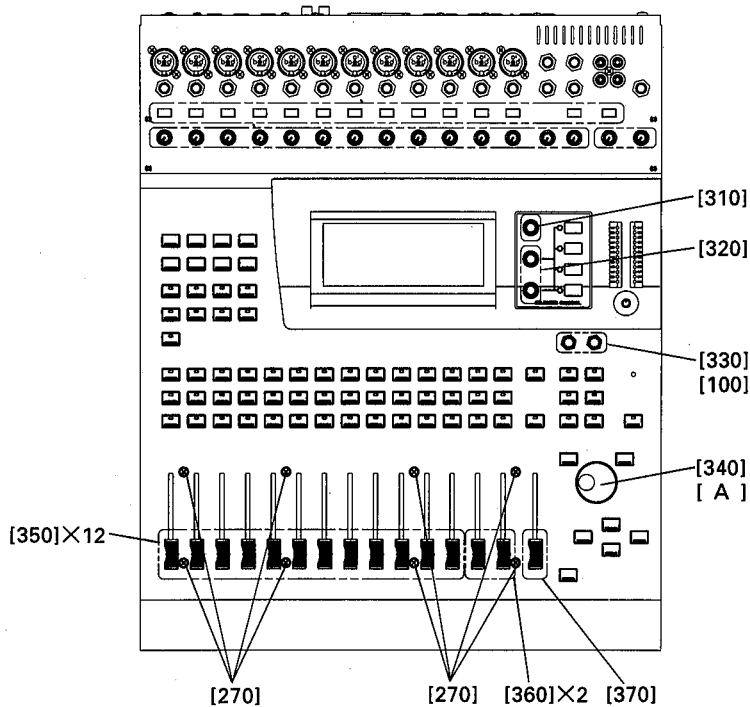

Fig. 5 (図5)
- 2-2 Remove the fifteen (15) knobs of the fader; the twelve (12) white knobs marked [350], the two [2] black knobs marked [360] and the red knob marked [370]. (Fig. 5)
- 2-3 Remove the eight (8) screws marked [270] and located on the control panel. The FD circuit board can then be removed. (Fig. 5)
- 2-2 [350]の白色のフェーダーツマミ 12個、[360]の黒色のフェーダーツマミ 2個、[370]の赤色のフェーダーツマミ 1個、全部で15個のフェーダーツマミを外します。(図5)
- 2-3 コントロールパネル表側、フェーダーコントロール部分にある[270]のネジ 8個を外し、FDシートを外します。(図5)
- 3-4 Remove the PAN knob marked [310], the two (2) F and G knobs marked [320], the two RETURN 1, 2 knobs and the hexagonal nuts marked [100]. (Fig. 5)
- 3-4 コントロールパネル表側の[310]の PAN のつまみ1個、[320]FとGのつまみ2個、[330]RETURN1,2のつまみ2個を外し、[100]の特殊六角ナットを外します。(図5)